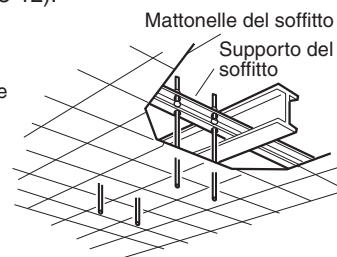

Fig. 3-12
- Usare i supporti a soffitto esistenti o realizzare dei supporti adatti (Fig. 3-12).